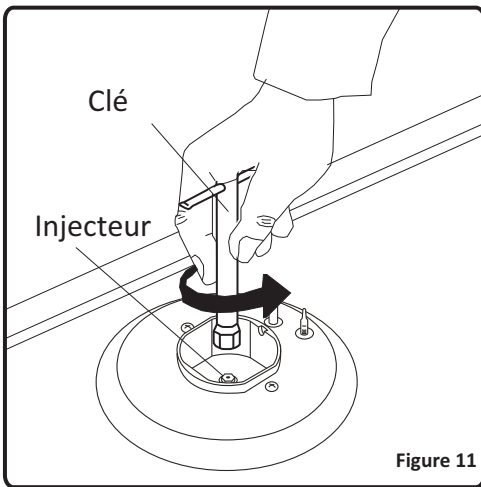

Figure 11
- Dévissez les injecteurs. Utilisez à cet effet une clé de 7 mm (Figure 11).